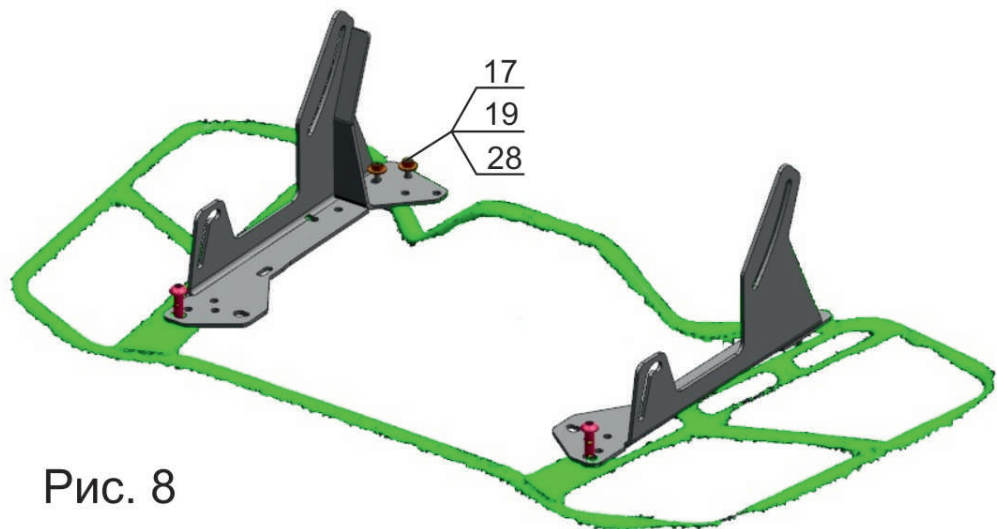

Рис. 8
4. Установить крепления поз. 2 на багажник квадроцикла, в задней части закрепить к трубе багажника хомутами поз. 28, гайками М6 поз. 17, шайбами поз. 19. В передней части у модели RM 500 Рысь, закрепить также при помощи хомутов к трубе багажника. У остальных моделей закрепить с помощью штатных болтов крепления багажника (рис. 8, 9).